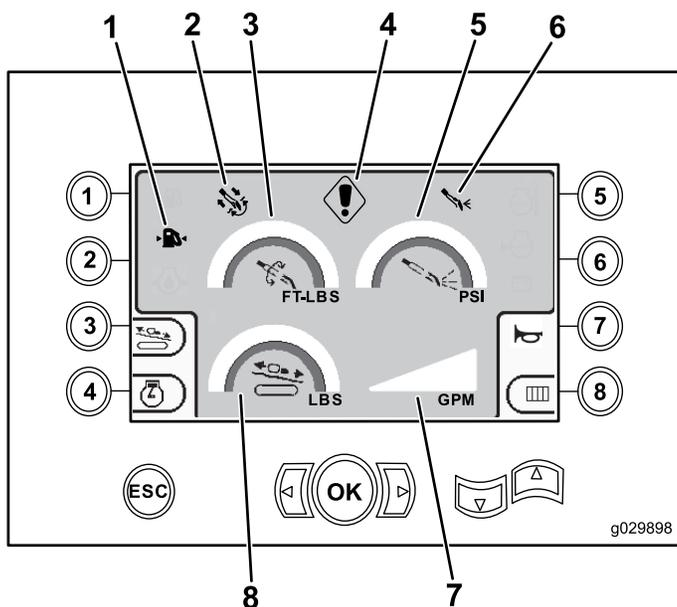

Figure 3
Cet écran indique le couple de rotation en pi-lb (ft-lb), la pression du fluide de forage en psi, la force du chariot en lb et le débit du fluide de forage en gpm (Figure 3).
- Avertissement de code d'anomalie de forage et/ou de moteur (Figure 3)
- Avertissement de bas niveau de carburant (Figure 3)
- Fluide de forage ACTIVÉ (Figure 3)
- Forage automatique ACTIVÉ (Figure 3)